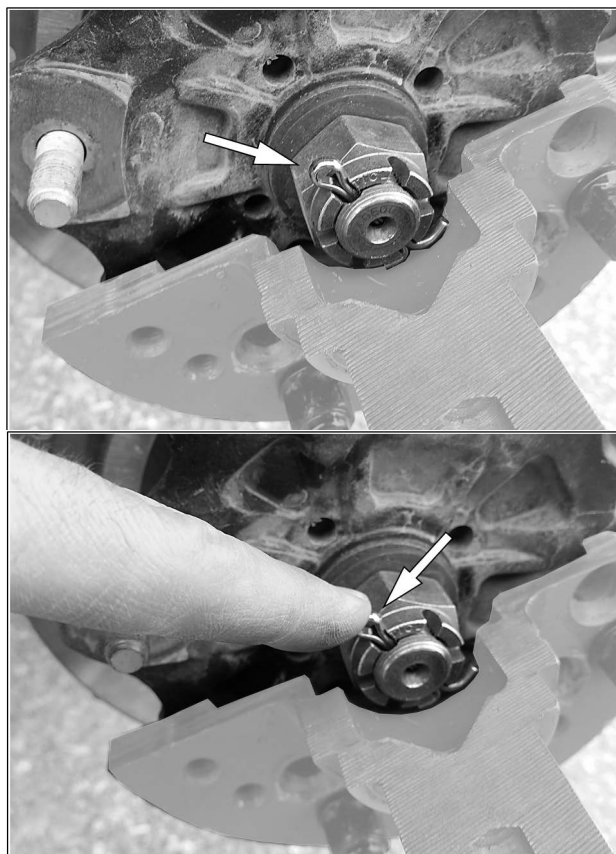

Fig. 8
8. Modifier la position de la goupille fendue pour éviter toute interférence lors de l'assemblage du moyeu du système. Le moyeu du système de traction doit se positionner sans résistance au moyeu du véhicule. Voir la Fig. 8